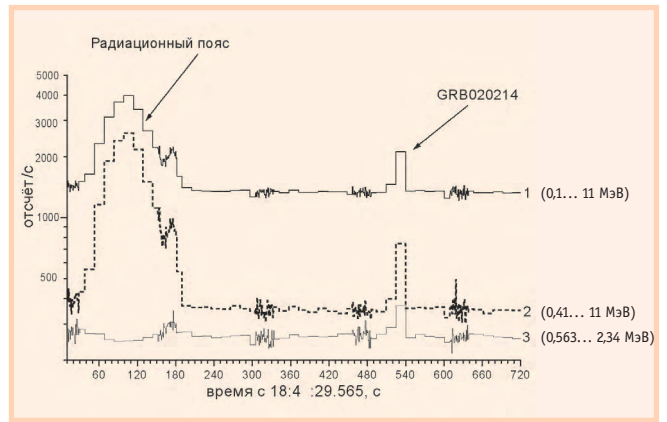

Рис. 15. Временной профиль одного из зарегистрированных гамма-всплесков
в спокойной обстановке, а на рис. 15 — временной профиль одного из гамма-всплесков (GRB020214), зарегистрированного аппаратурой АВС-Ф и спутником HETE-2 в трёх энергетических диапазонах: 0,1...11 МэВ (1), 0,41...11 МэВ (2) и 0,563...2,34 МэВ (3).